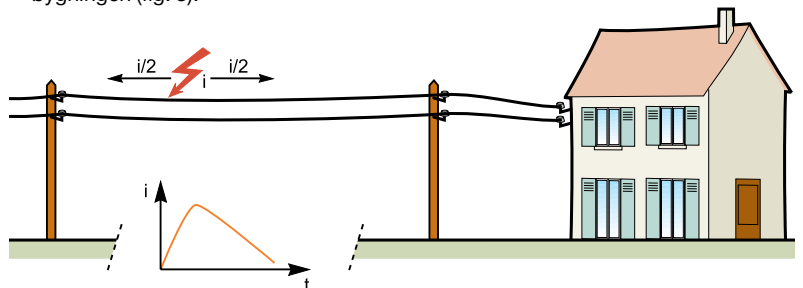

Fig. 3 - Ledningsbårne transienter.
- Ledningsbårne transienter forårsages af lynnedslag i nærheden eller i luftledninger (elektricitets- eller telefonledninger). Transienterne ledes helt hen til bygningen (fig. 3).